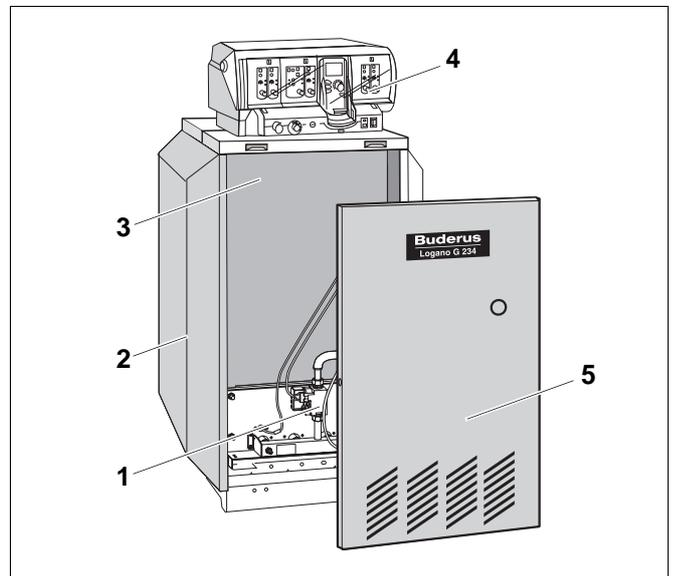

Abb. 1 Gas-Spezialheizkessel Logano G234 WS
Der Gas-Spezialheizkessel Logano G234 WS (Abb. 1) ist werkseitig komplett mit Gasbrenner und Regelgerät ausgestattet.
- Kesselblock mit Wärmeschutz (Abb. 1, **Pos. 3**) und Gasbrenner (Abb. 1, **Pos. 1**).
- Kesselmantel (Abb. 1, **Pos. 2**) und Kesselvorderwand (Abb. 1, **Pos. 5**).
- Regelgerät (Abb. 1, **Pos. 4**).